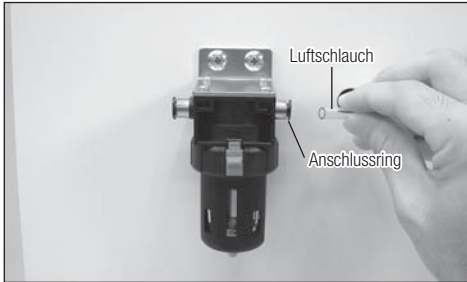

Abb. 25
- 1) Den Luftschlauch bei gedrücktem Anschlussring herausziehen (Abb. 25).